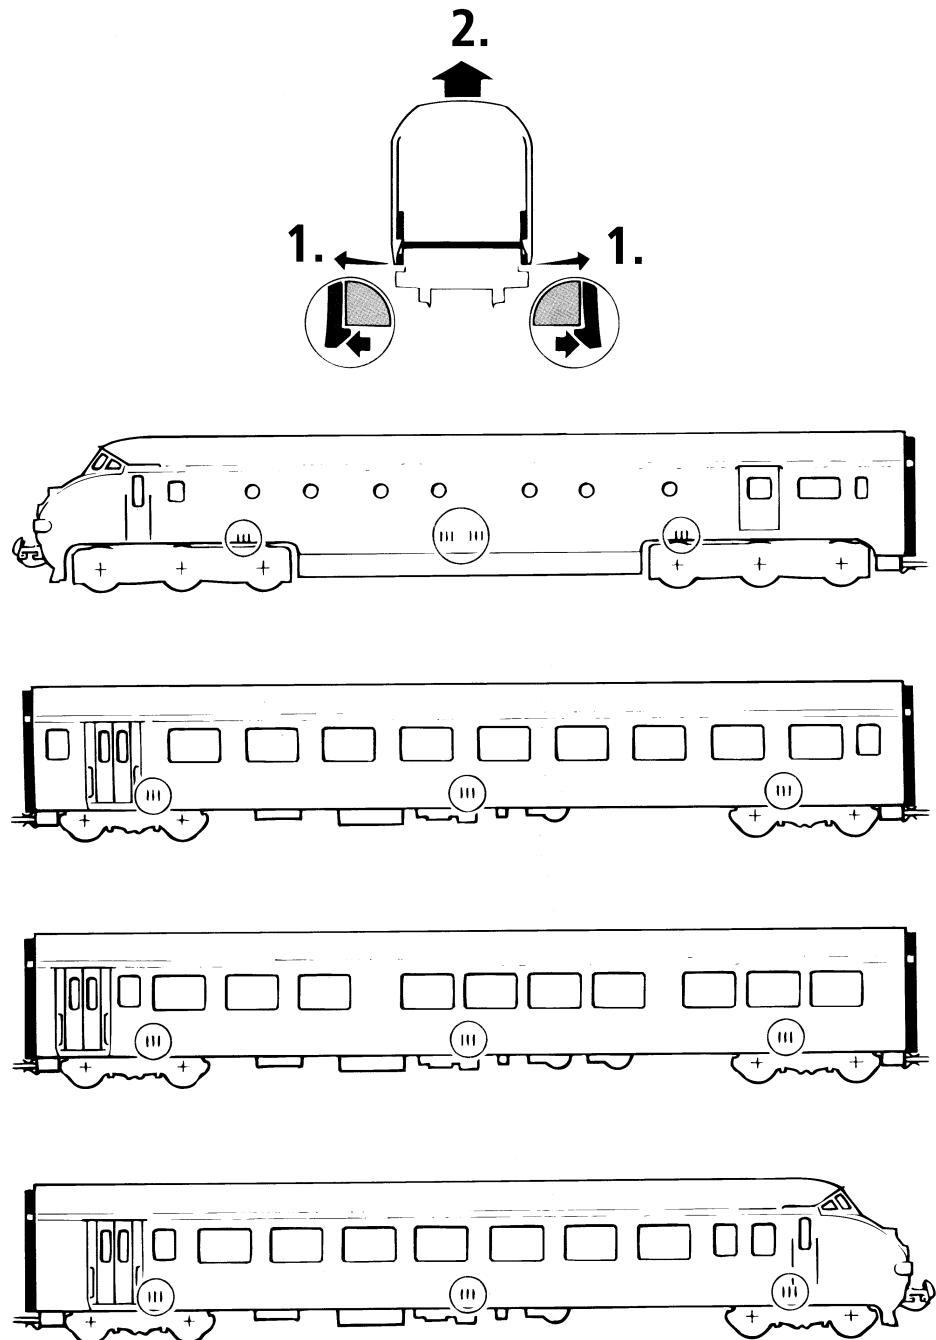

Fig. 6
1. Reinigung der Radstromkontakte: Radstromkontakte können auf unsauberer Schienen leicht verschmutzen. Entfernen Sie **vorsichtig** mit einem kleinen Pinsel **den Schmutz** an den in Fig. 6 gekennzeichneten Stellen.
Verwijder de lochuis (fig. 5). en verwijder met een penseel het vuil van de in fig. 6 aangegeven plaatsen.
1. Nettoyage des lames de courant aux roues: Les lames de contacts risquent de s'enrasser rapidement sur des voies poussiéreuses. Veuillez **enlever la poussière** aux endroits marqués à la fig. 6 à l'aide d'un petit pinceau souple.